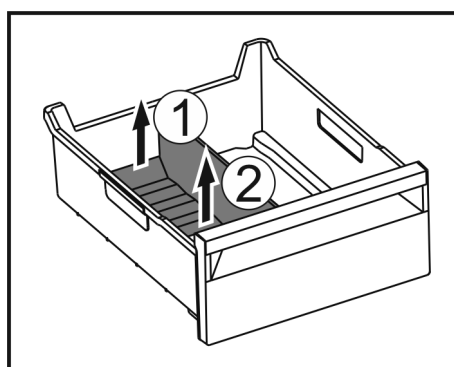

Fig. 135
- Sollevare la parte posteriore del divisore dello scomparto del ghiaccio. Fig. 135 (1)
- Rimuovere il divisore dello scomparto del ghiaccio verso l'alto. Fig. 135 (2)